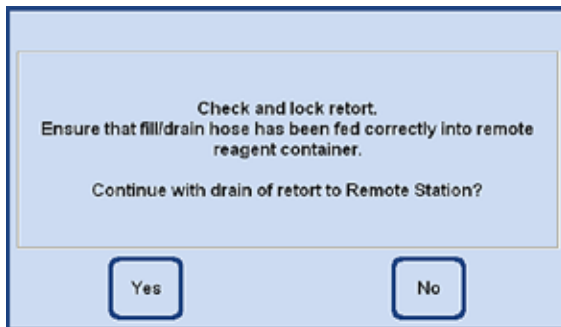

Bild 165
- En uppmaning att utföra nödvändiga förberedelser visas (bild 165). Detta måste bekräftas med **YES** (ja).